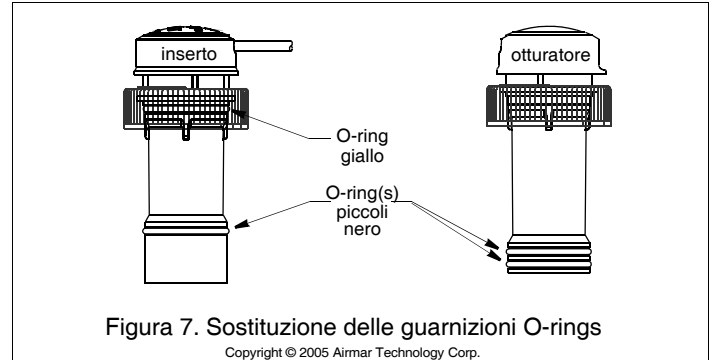

Figura 7. Sostituzione delle guarnizioni O-rings
1. Per realizzare un fissaggio a tenuta stagna, gli O-ring devono essere intatti e perfettamente lubrificati. Sull'otturatore, ispezionate gli O-ring (sostituendoli se necessario) e lubrificateli con un lubrificante al silicone o al petrolio (come la Vaseline®) (vedi Figura 7).